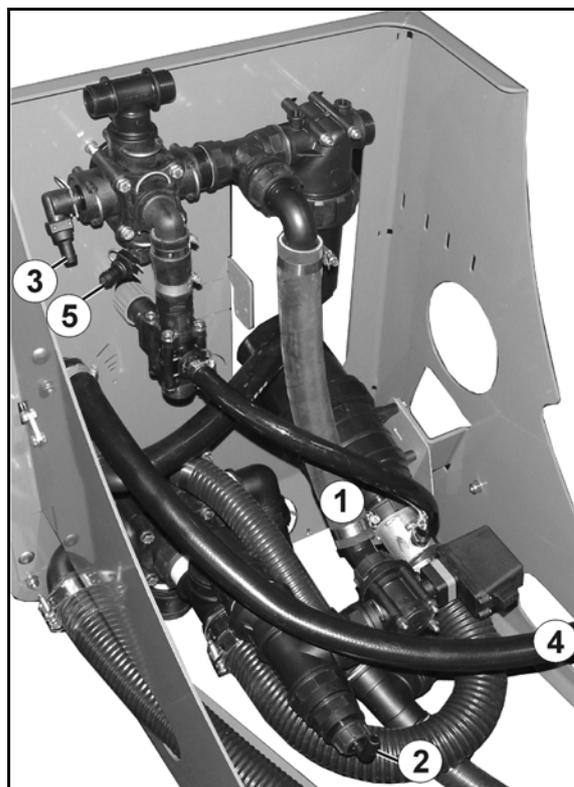

Рис. 157
8. Снимите шланг (Рис. 157/1) с крана **F**. Установите переключающий кран **F** (Рис. 157/2) в положение .